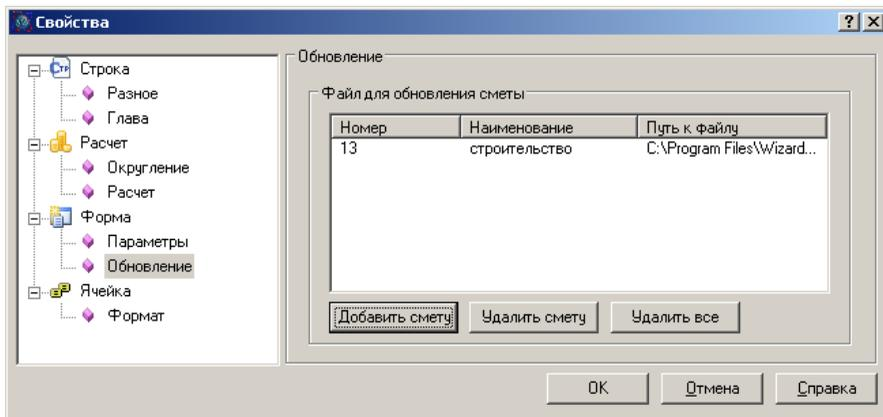

Рис. 6.2 Диалоговое окно «Свойства» раздел «Форма» / «Обновление».
2. Выполните команду **Свойства формы** на вкладке **Главная**. В диалоговом окне «**Свойства**» выберите раздел «**Форма**» / «**Обновление**» (Рис. 6.2).
2. Выполните команду **Свойства формы** на вкладке **Главная**. В диалоговом окне «Свойства» выберите раздел «Форма» / «Обновление» (Рис. 6.2).